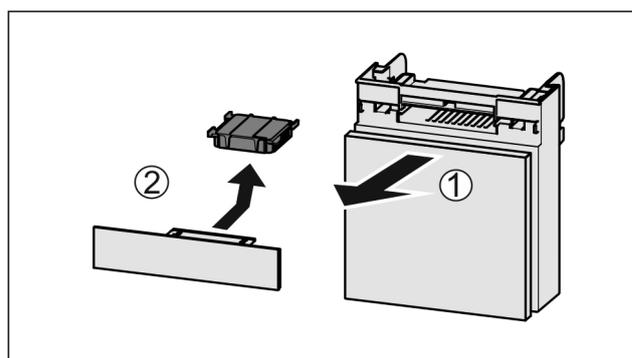

Fig. 91
- ▶ Extraire le compartiment par l'avant Fig. 91 (1).
- ▶ Sortir le filtre à charbon actif Fig. 91 (2).